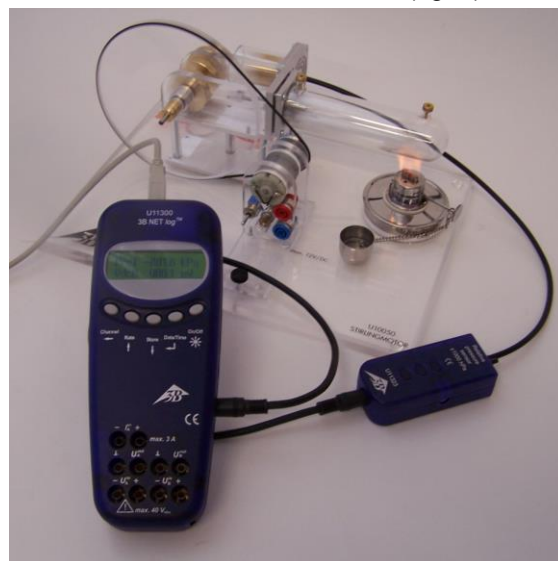

Fig. 1 Montage de l'expérience destiné à l'enregistrement des valeurs de pression de service dans le moteur Stirling 1002594 en rotation
- Montez l'expérience comme le montre la fig. 1.